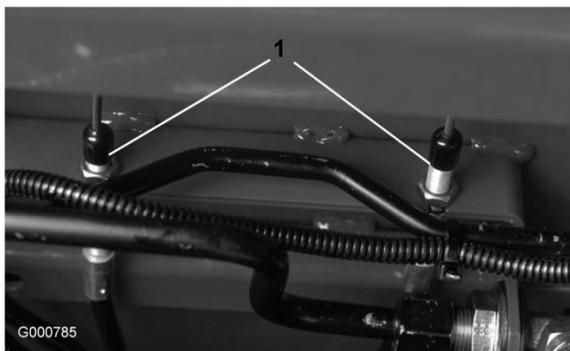

Bild 76
2. Lockern Sie zum Reduzieren des Spiels der Bremspedale die vordere Mutter am Gewindeende des Bremszugs (Bild 76). Ziehen Sie dann die hintere Mutter an, um den Zug nach hinten zu bewegen, bis die Bremspedale 1,25 bis 2,5 cm Spielraum haben. Ziehen Sie die vorderen Muttern fest, wenn die Bremsen einwandfrei eingestellt sind.